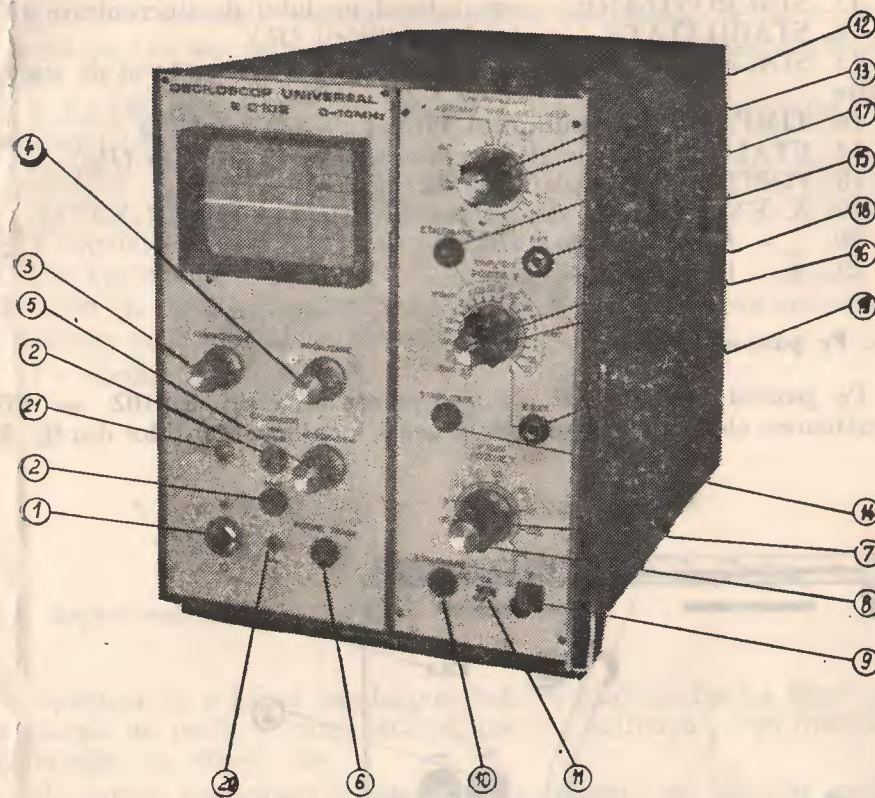

Fig. 2. Vedere din față a E-0102.
Pe panoul frontal al osciloscopului universal E-0102 se află următoarele elemente de comandă, semnalizare și acces (conform notațiilor din fig. 2):
- Pe panoul frontal al aparatului (fig. 2) elementele de comandă trebuie să se afle în pozițiile: